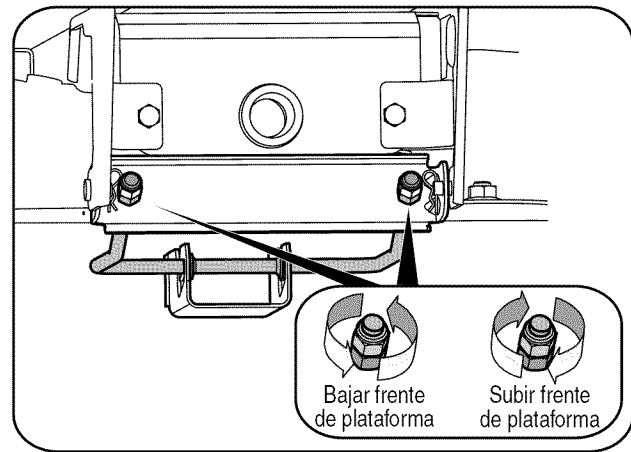

Figura 6-7
- Desde el frente del tractor, afloje las dos tuercas de seguridad hexagonales de la parte delantera de la varilla de suspensión frontal de la plataforma. Rosque las tuercas de seguridad alejándolas de las tuercas hexagonales que están detrás. Vea la Figura 6-7.
que la varilla de suspensión de la plataforma se encuentre delante de ambas ranuras en la ménsula de suspensión del frente de la plataforma. Vea la Figura 6-7.